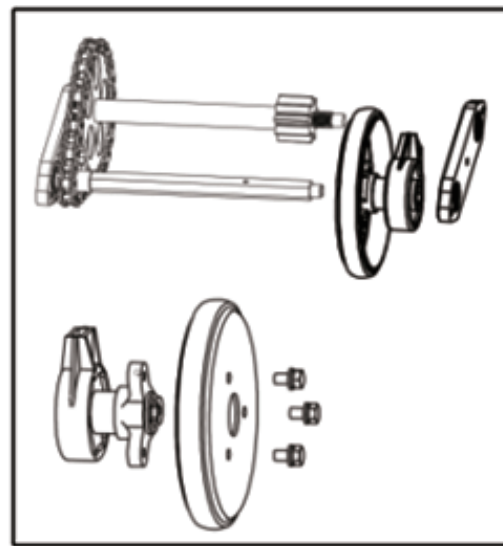

Рисунок 27
4. Снять три винта, крепящие боковые пластины фрикционного колеса, заменить только резиновое кольцо (см. Рисунок 27).